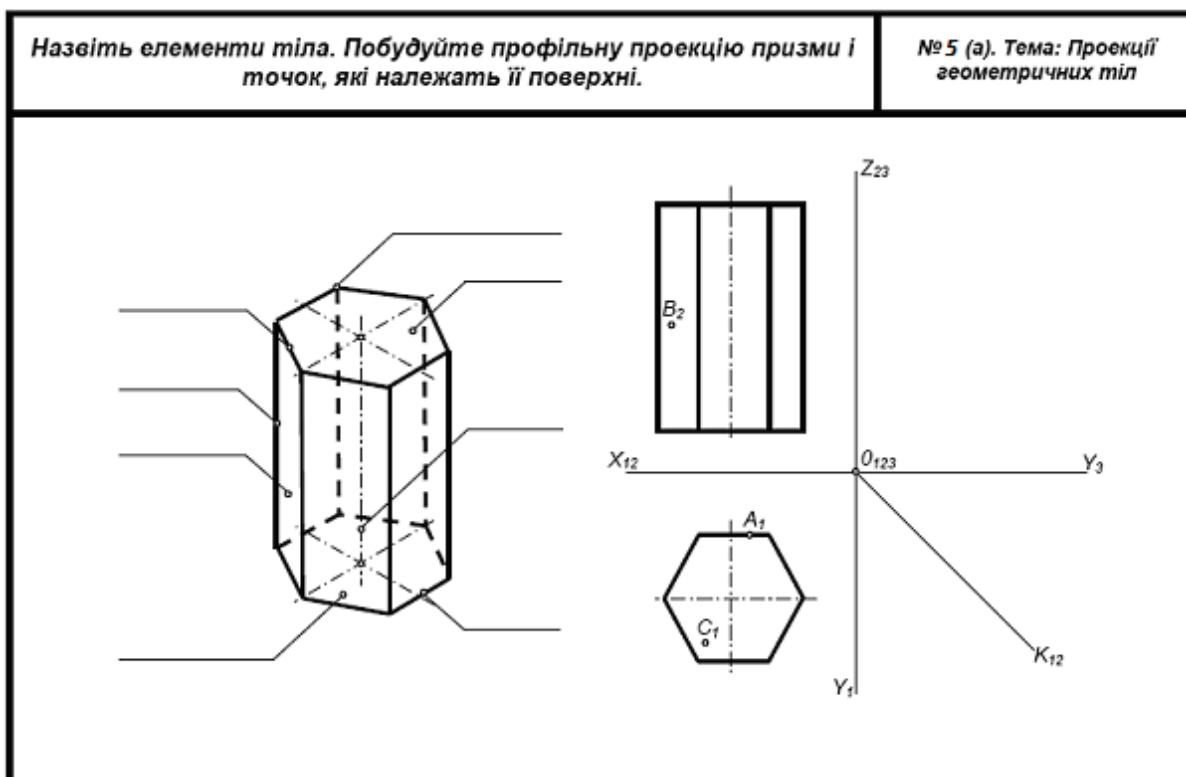

Рис. 11 – завдання № 5 а.
2. Сторони шестикутника є проекціями бічних граней призми, а його вершини - проекціями бічних ребер. У завданні № 5 а (рис. 11) - треба побудувати профільну проекцію прямої правильної шестигранної призми.